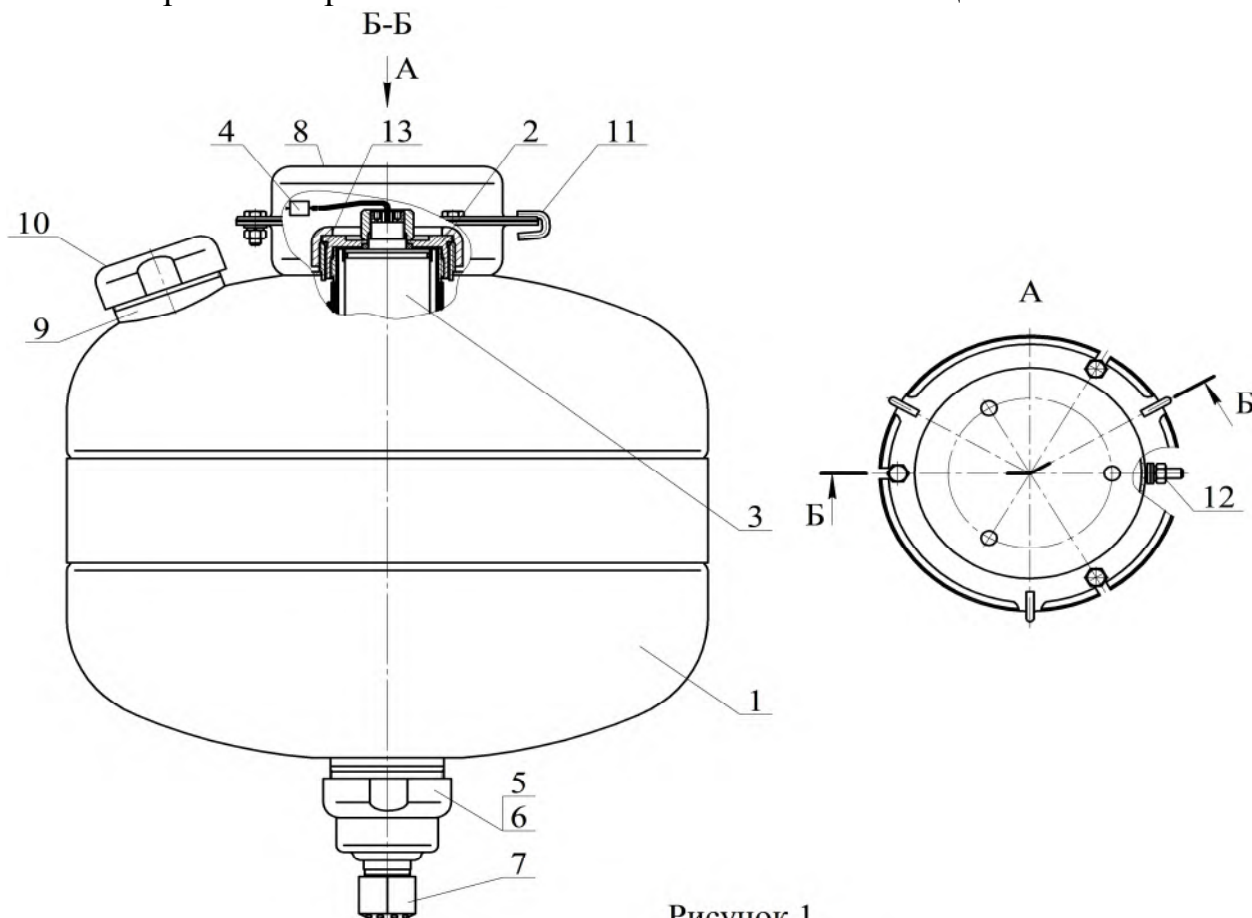

Рисунок 1
4.1.1 МУПТВ (см. рисунок 1) состоит из корпуса 1, заправленного ОТВ, в котором размещено газогенерирующее устройство 2.
4.2.1 После подачи электрического импульса на выводы элемента электропускового 4 (см. рисунок 1) ИХГ 3 генерирует газ, который создает давление внутри корпуса МУПТВ для вскрытия мембраны 5 и выпуска через насадок-распылитель 7 в зону горения тонкораспыленной струи ОТВ.
6.3 Закрепить кронштейн **8** (см. рисунок 1) на потолке. Координаты отверстий в кронштейне приведены на рисунке 3.
Залить в отверстие верхней горловины **9** (см. рисунок 1) воды по ГОСТ 6709-72, СанПиН 2.1.4.1074-01 (температура воды должна быть плюс (15...25) $^{\circ}\text{C}$) объемом $16,19^{+0,2}$ дм³. Открыть упаковки с жидкими добавками к воде и залить их в отверстие верхней горловины **9**.
6.6.3 Полученный раствор ОТВ залить в отверстие верхней горловины **9** (см. рисунок 1). Для окончательного приготовления ОТВ открыть упаковки с жидкими добавками к воде и залить их в отверстие верхней горловины **9**.
6.8 Накрутить до упора насадок-распылитель **7** (см. рисунок 1).
7.3 Комплект поставки для перезарядки МУПТВ (см. рисунок 1):